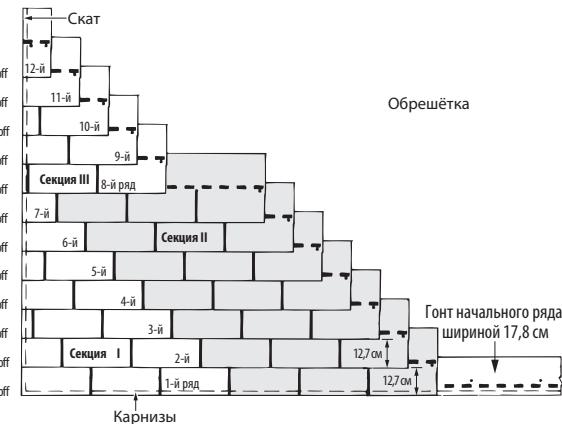

Рис. 10-9. Метод укладки с отрезанием по 12,7 см и монтажом с уступом по диагонали.
1. В начале второго ряда отрежьте 12,7 см от левого края гонта и уложите оставшийся кусок шириной 78,7 см на гонт первого ряда, вровень с левым краем гонта первого ряда, оставив открытый участок гонта первого ряда высотой 12,7 см (Рис. 10-9).
3. Уложите «Секцию II», как показано на Рис. 10-9, монтируя целые гонты напротив семи рядов «Секции I». Это необходимо сделать до начала укладки рядов с 8 по 12 («Секция III»). Эти гонты «Секции II» должны быть установлены встык с гонтами «Секции I», с которых начинаются ряды с первого по седьмой. Закрепите все гонты обычным способом.
1. В начале восьмого ряда отрежьте 28 см от левого края гонта и наложите кусок шириной 63,5 см на гонт седьмого ряда вровень с его левым краем, оставив открытый участок гонта седьмого ряда высотой 12,7 см (Рис. 10-9).